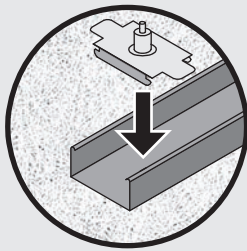
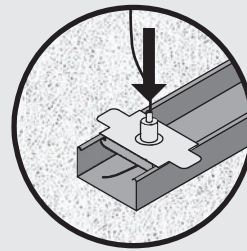

ABB. 9
ABB. 11
**8:** Klicken Sie die Drahtseilaufhängung an den Schienen ein (Abb. 9 und 10). Setzen Sie das Drahtseil in jede Aufhängung ein, indem Sie das Drahtseil einführen, während Sie den oberen Teil der Aufhängung zum Öffnen drücken. Das Drahtseil ist nach dem Loslassen fixiert (Abb. 11).
Sie können die Länge des Drahtseils später durch Drücken der Oberseite der Aufhängung anpassen (Abb. 11 und 20).